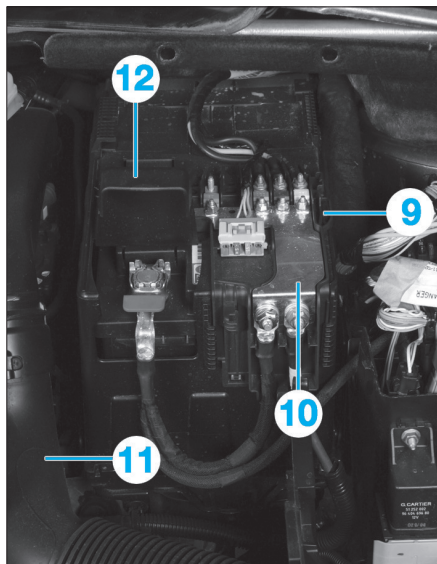

Fig. 89
- Appuyer en (9) et glisser le boîtier fusibles (10) vers le haut pour le dégrafer (Fig.89).
- le raccord d'air (11),
- le cache batterie (12),